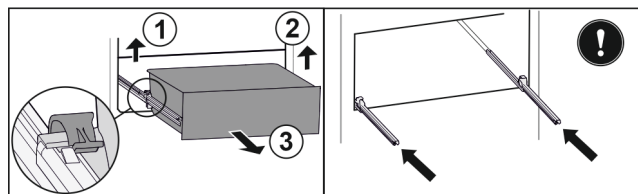

Fig. 134
- ▶ 提起左侧夹子，同时将抽屉左侧向前拉。 Fig. 134 (1)
- ▶ 提起右侧夹子，同时将抽屉右侧向前拉。 Fig. 134 (2)
- ▶ 朝前取出抽屉。 Fig. 134 (3)